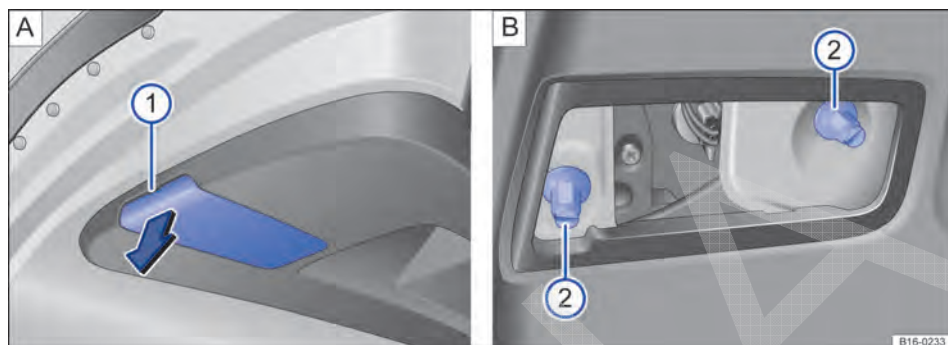

Fig. 227 Na tampa do compartimento de bagagem: A: desmontar tampa da lanterna traseira de LED, B: desmontar lanterna traseira de LED.
3.	Com a haste da chave de fenda das ferramentas de bordo ⇒ Página 351, levantar cuidadosamente a cobertura no entalhe ⇒ Fig. 227 A ①.
4.	Soltar as juntas parafusadas ⇒ Fig. 227 B ② e retirar cuidadosamente a lanterna traseira juntamente com o condutor elétrico conectado da tampa do compartimento de bagagem.
11.	Segurar a lanterna traseira na posição de montagem com uma das mãos e rosquear os parafusos de fixação com a outra mão ⇒ Fig. 227 B ②.